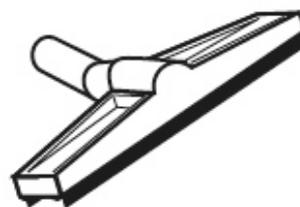

Abb. 9: Wasseraugdüse anschließen
Schritt 7: Verbinden Sie die Wasseraugdüse mit dem Saugrohr (Abb.9).